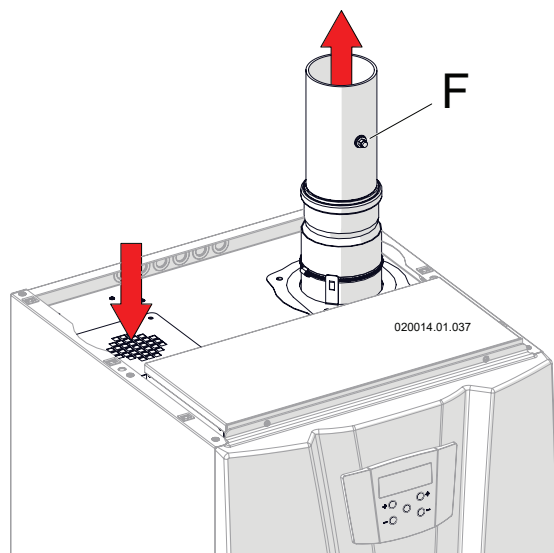

Figura 6-11
- 1.-se non fosse già presente occorre creare un foro per le analisi di combustione posizionato circa a 200 mm dal raccordo di scarico gas combusti (corrispondente al tappo particolare "F" di Figura 6-11);
- 9.-inserire la sonda per la lettura del valore di CO₂ nella presa "F" di Figura 6-11;
- 21.-chiudere il foro per l'analisi di combustione di Figura 6-11, con tappo "F" adeguato come da istruzioni del costruttore del tubo di scarico.
- 10.-inserire la sonda per la lettura del valore di CO₂ nella presa "F" di Figura 6-11;
- 23.-chiudere il foro per l'analisi di combustione di Figura 6-11, con tappo "F" adeguato come da istruzioni del costruttore del tubo di scarico.